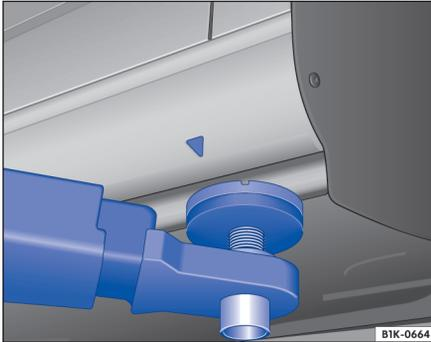
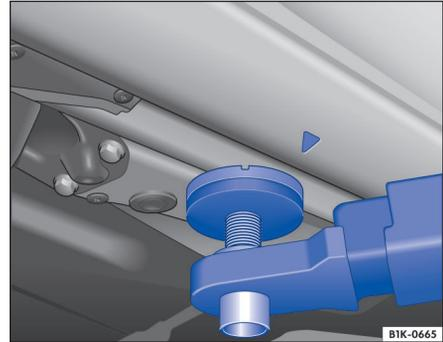

Fig. 166 Puntos de apoyo en la parte delantera para elevar el vehículo con la plataforma o el gato.
Fig. 167 Puntos de apoyo en la parte trasera para elevar el vehículo con la plataforma o el gato.
El vehículo sólo se deberá elevar por los puntos que se muestran en las ilustraciones ⇒ fig. 166 y ⇒ fig. 167. Si no se eleva el vehículo por los puntos indicados, éste podría sufrir desperfectos ⇒ ⚠ y causar lesiones graves ⇒ ⚠.
- El vehículo sólo se deberá elevar por los puntos que se muestran en las ilustraciones ⇒ fig. 166 y ⇒ fig. 167. Si el vehículo no se eleva por los puntos indicados, podría caerse de la plataforma, por ejemplo, al desmontar el motor o la caja de cambios.